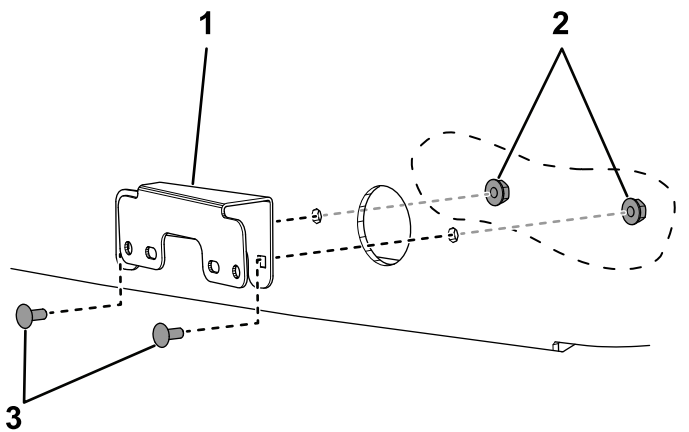

Figura 23
3. Montai cele 2 suporturi pentru semnalizoarele de direcție pe capotă utilizând 4 uruburi de fixare (#10 × ½") i 4 contrapiulie (#10) (Figura 23).